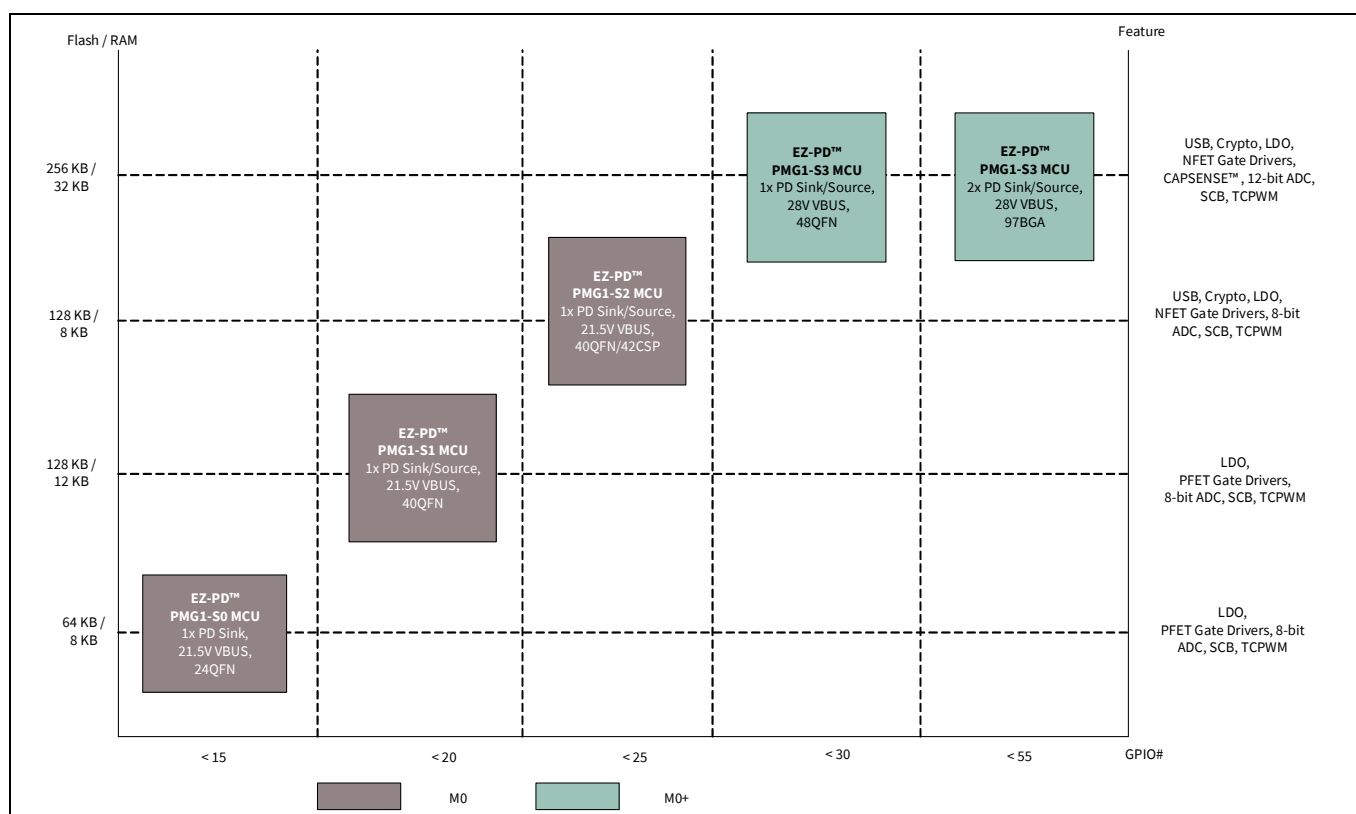

Figure 1 EZ-PD™ PMG1 ファミリーセグメンテーション
EZ-PD™ PMG1 (第1世代パワーデリバリーマイクロコントローラー) は、高電圧の USB-C パワーデリバリー (PD) マイクロコントローラー (MCU) のファミリーです。これらのチップには、Arm® Cortex®-M0/M0+ CPU, USB-C PD コントローラー, およびアナログとデジタルペリフェラルが搭載されます。EZ-PD™ PMG1 は、高電圧 USB-C PD ポートとの間で電力を供給/消費し、マイクロコントローラーを活用して追加の制御機能を提供する組み込みシステムを対象としています。Figure 1 に、EZ-PD™ PMG1 ファミリのセグメンテーションを示します。